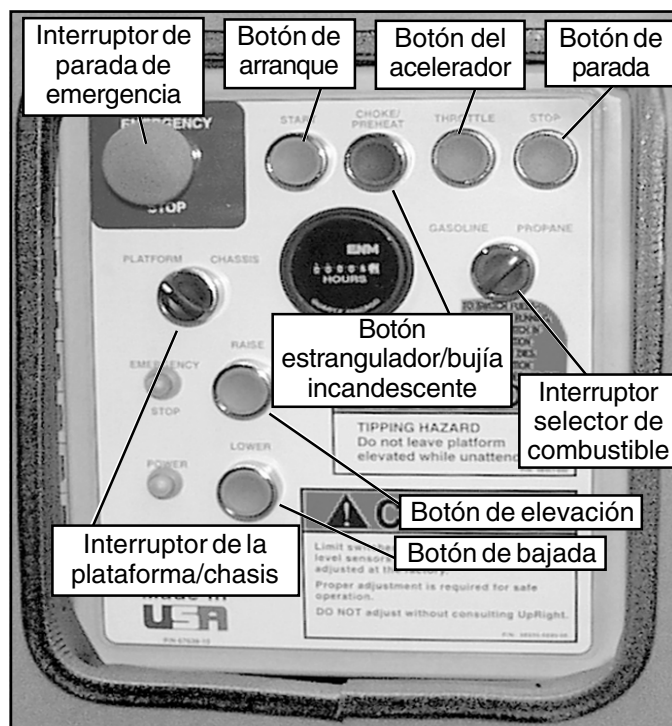

Figura 1: Lado izquierdo chasis
10. Verifique que el interruptor plataforma/chasis se encuentre en la posición plataforma (PLATFORM) (Figura 1).
8. Pulse el botón del acelerador. Pulse el botón de elevación del chasis para elevar la plataforma mientras apaga el sensor de inclinación (Figura 1) de su posición de nivelado. La plataforma debería elevarse sólo parcialmente y la alarma de inclinación debería sonar. Si la plataforma continúa elevándose y/o no suena la alarma, **DETENGA** la máquina y retírela del servicio hasta que sea reparada.
1. Con el motor en marcha gire el interruptor selector de combustible (Figura 1) a la posición central.